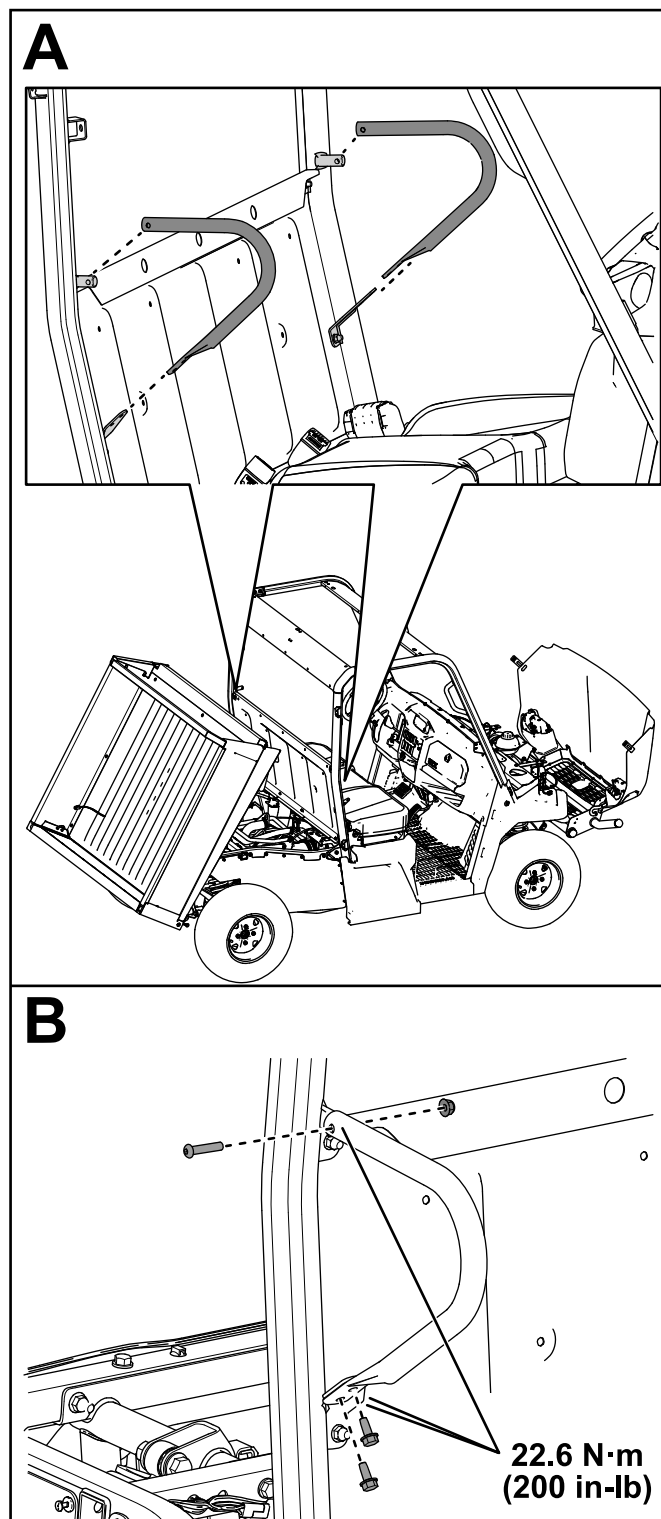

Bild 21
16. Befestigen Sie die beiden Schulterbügel mit vier Blebschrauben (5/16" x 3/4"), zwei Flachkopfschrauben (5/16" x 1 1/2") und zwei Sicherungsmuttern (5/16") an den hinteren Überrollbügeln, wie in Bild 21 dargestellt.
Ziehen Sie die Sicherungsmuttern (5/16") mit einem Drehmoment von 22,6 N·m fest, wie in Bild 21 dargestellt.